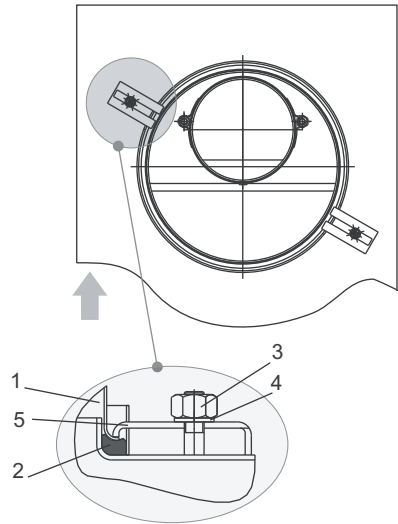

Рис. 4. Схема кріплення повітроходу
6.3. Монтаж апарата повинен виконуватись відповідно до вимог ДБН В.2.5-20-2001 "Газопостачання", а також відповідно до таблиці 3, у такій послідовності: рис. 4, 5, 6, 7.
6.3.8. Встановити апарат кронштейнами (п. 4, рис. 2) на шпильки кріплення (п. 6, рис. 2), з'єднавши при цьому патрубок димоходу з фіксованим патрубком газоходу зовнішнього. Патрубок повітряходу (п. 1, рис. 2) розмістити в кільцевому пазу апарата на прокладку (базальтовий шнур). Виставити вертикально апарат і закріпити його гайками (п. 9, рис. 2), забезпечуючи при цьому щільний і герметичний притиск апарата до повітроводу. Встановити прижими та закріпити ними повітрохід у пазу апарата (рис. 4).